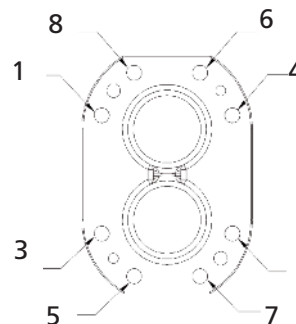

Figure 8. Boulon séquence de serrage
4. Faites glisser le couvercle sur la cheville de bois pin et de remplacer les vis. Autre vis de serrage de haut en bas et de droite à gauche (Cochez fig 8)